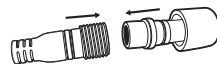

Bild 8
- Anslut lampans 3-stiftskontakt till kontrollboxen som visas i Bild 8. Kontrollera att plastskyddet sitter fast ordentligt.